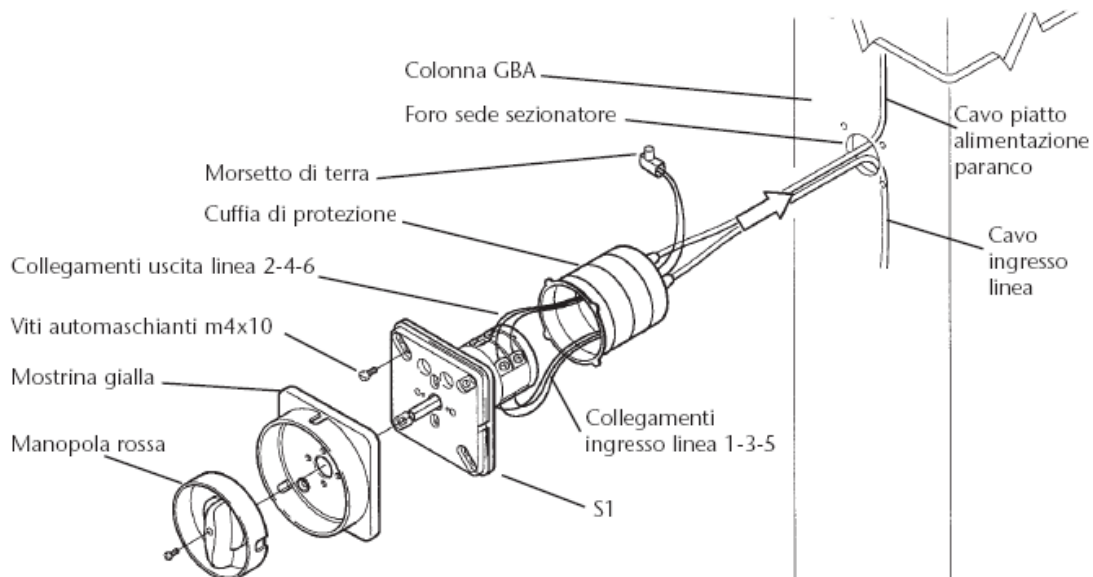

Abb. 46
2. Den Trennschalter in das entsprechende Loch in der Säule einsetzen und die entsprechenden elektrischen Kabel anschließen, wobei die Montage mit der Anbringung der Anzeige und des roten Drehknopfes abgeschlossen wird, so wie in der Abbildung 46 gezeigt.